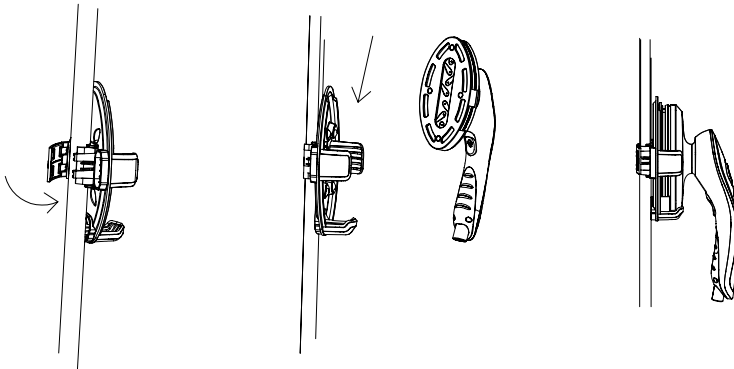

Fig.7
- Coloque el cuerpo principal y habrá terminado la instalación. (Fig 7)